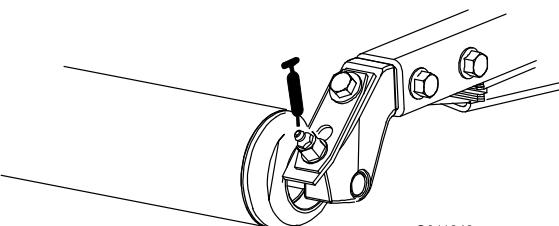

Figura 43
- Cojinetes de los rodillos traseros (2 por unidad de corte) (Figura 43).
Nota: Los acoplamientos enrasados de los rodillos (Figura 43) requieren el uso de un adaptador de boquilla para la pistola de engrasar. Solicite la Pieza N° 107-1998 a su Distribuidor Autorizado Toro.